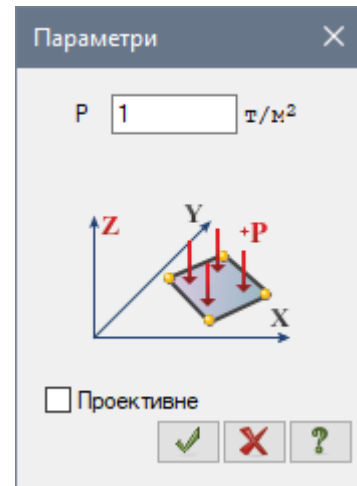

Рис. 9.30. Діалогове вікно Параметри
- В цьому вікні задайте інтенсивність навантаження  $p = 1 \text{ т/м}^2$  (рис. 9.30).